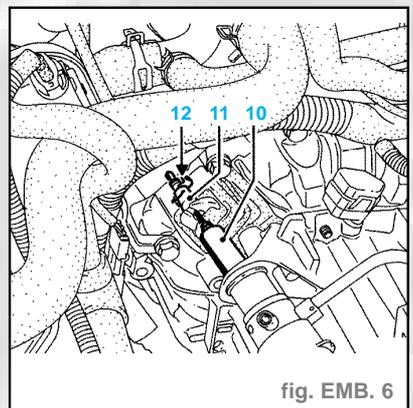

fig. EMB. 6
- Pour régler le mécanisme de débrayage, il est nécessaire de posséder un manchon de réglage (10) livré avec l'ensemble GEP-vérin (il est de couleur grise) (fig. EMB. 6).